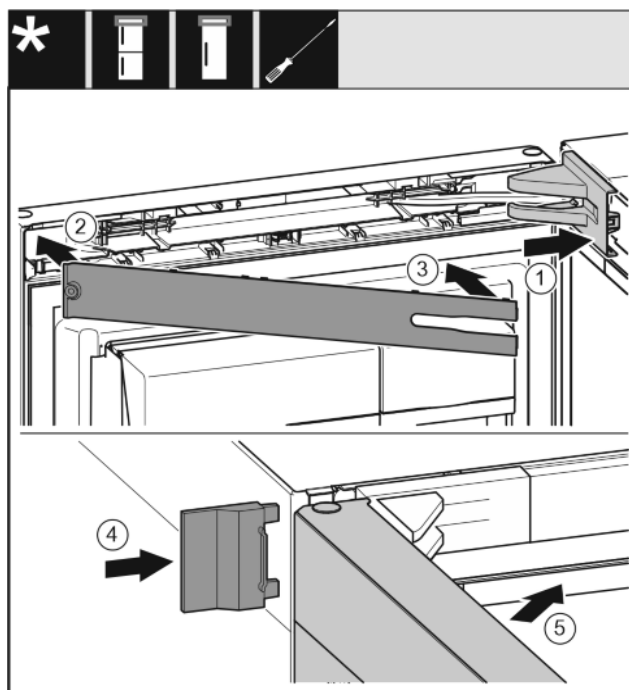

Fig. 40
- ▶ Nasadíte kryt ložiskovej konzoly a zaistíte, príp. opatrne roztlačíte. Fig. 40 (1)
- ▶ Nasadíte kryt. Fig. 40 (2)
- ▶ Kryt priklopte a zaistíte. Fig. 40 (3)
- ▶ Nasuňte vonkajší kryt. Fig. 40 (4)
- ▶ Zatvorte horné dvere. Fig. 40 (5)